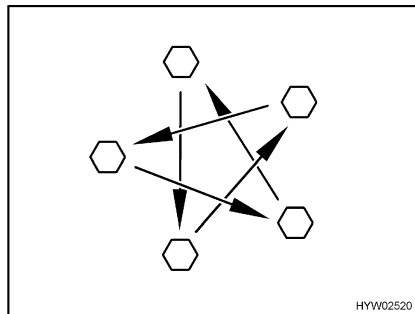

Bild 206 Dra åt hjulmuttrarna eller hjulbultarna korsvis
- Kontrollera regelbundet att hjulmuttrarna eller hjulbultarna är ordentligt åtdragna. Om du har bytt däck ska hjulmuttrarna eller hjulbultarna dras åt efter 5 mils körning (Bild 206). Åtdragningsmoment, se avsnitt 14.5.2.
- Då nya eller nylackerade fälgar används bör hjulmuttrarna eller hjulbultarna dras åt efter ca 100 till 500 mil (Bild 206).
- ▷ Dra åt hjulmuttrarna eller hjulbultarna korsvis (Bild 206).